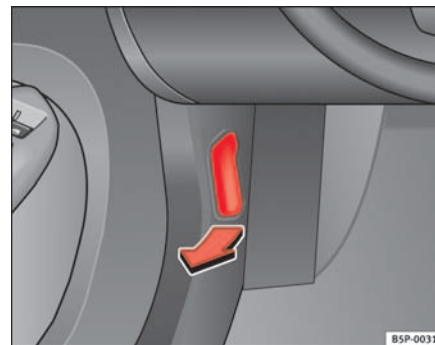

Fig. 157 Detalle de la zona reposapiés del lado del conductor: palanca para el desbloqueo del capó del motor.
- Tire de la palanca que se encuentra bajo el tablero de instrumentos ⇒ **página 222, fig. 157** en el sentido que indica la flecha. El capó queda desbloqueado por la acción resorte del muelle ⇒ .